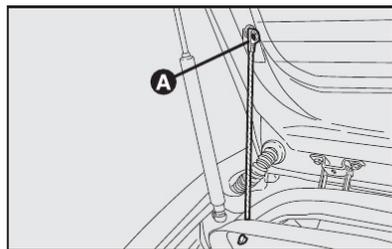

fig. 114
1) Soltar as extremidades superiores **A-fig. 114** dos dois tirantes, despreendendo as argolas dos pinos.